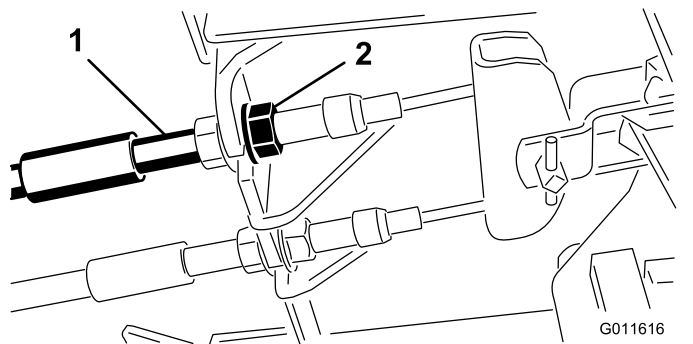

图63
1. 要缩短刹车踏板的自由行程可以通过松开刹车拉线螺纹端的前螺母紧固刹车图63。